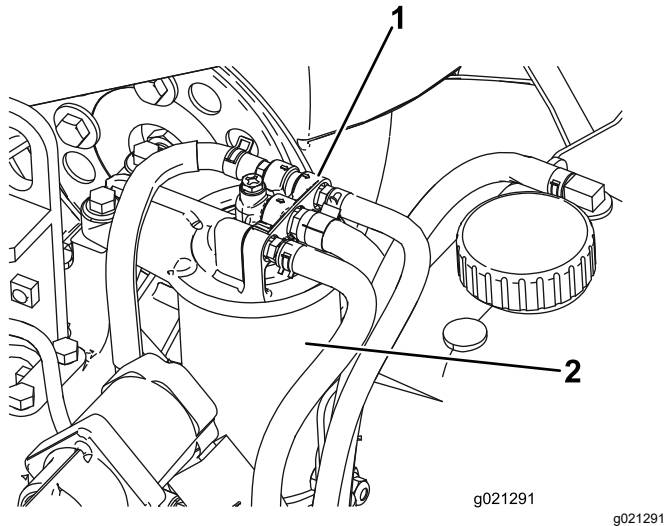

Figura 84
2. Limpie la zona alrededor de la cabeza del filtro de combustible (Figura 84).
3. Retire el filtro y limpie la superficie de montaje de la cabeza del filtro (Figura 84).